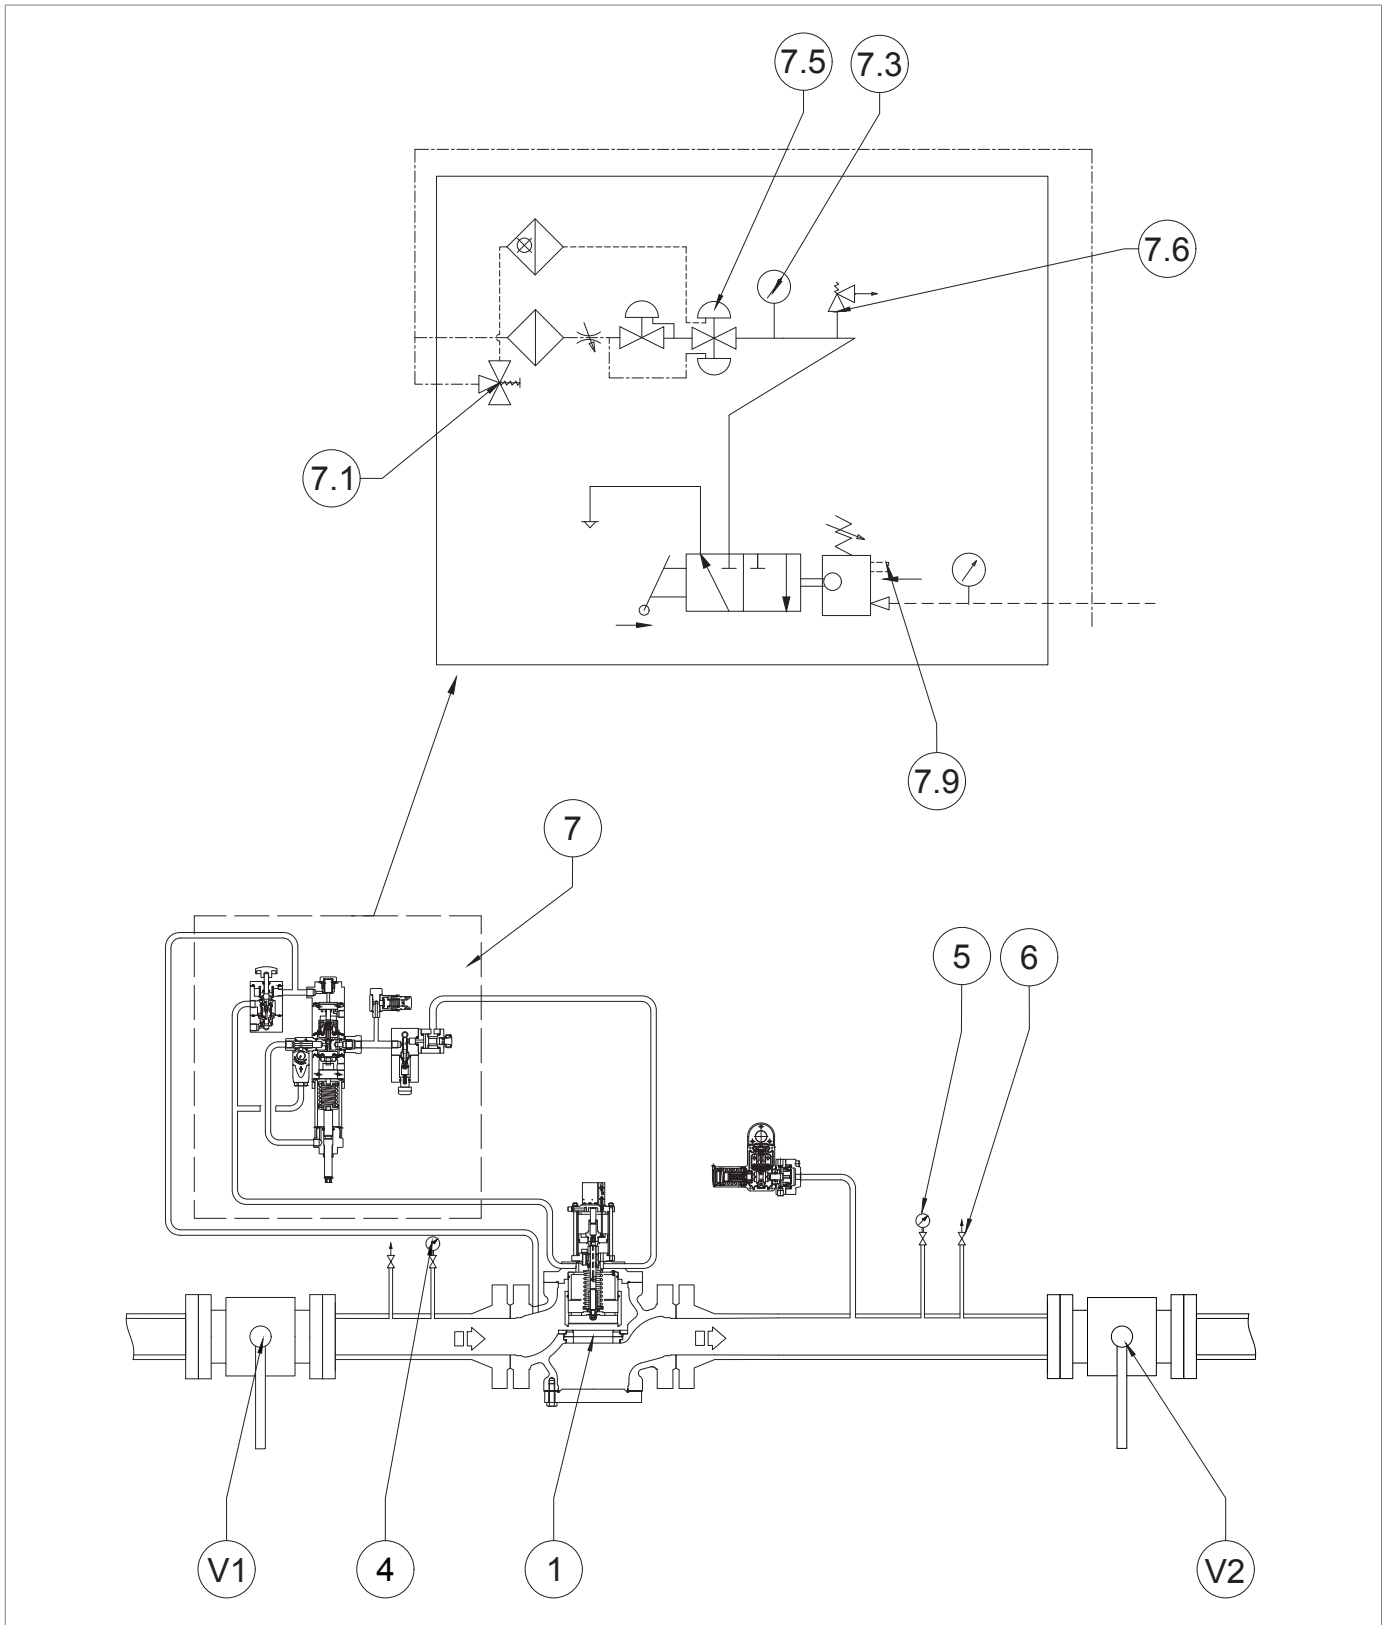

Fig. 8.14. Mise en service et étalonnage LINE OFF 2.0 pour HBC 975
Vérifier ensuite que la pression indiquée par le manomètre installé sur le dispositif LINE OFF 2.0 (Pos. 7.3 - Figure 8.14.) soit de 0 bar, ce qui assure une dépressurisation complète de la ligne.
- actionner le clapet de sécurité en mode manuel en appuyant sur le bouton de décrochage (Pos. 10 - Figure 4.3.). Vérifier ensuite que la pression indiquée par le manomètre installé sur le dispositif LINE OFF 2.0 (Pos. 7.3 - Figure 8.14.) soit de 0 bar, ce qui assure une dépressurisation complète de la ligne.